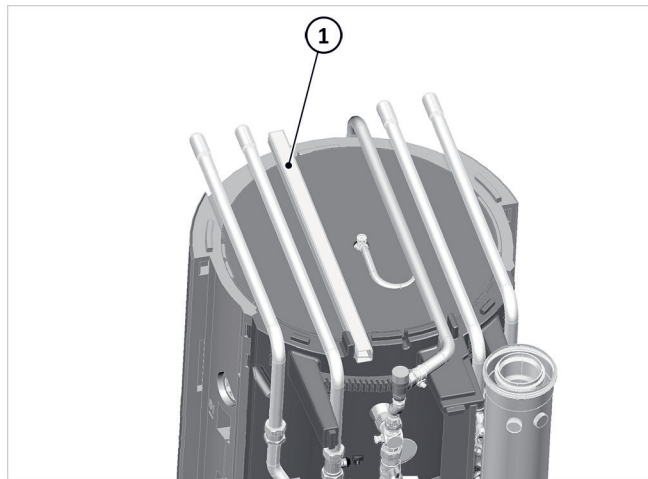

Fig. 8: canalina guida cavi
1. Far passare il cavo Modbus della scatola di distribuzione attraverso il canale passaggio cavi → Fig. 8 (1) che si trova sul coperchio.